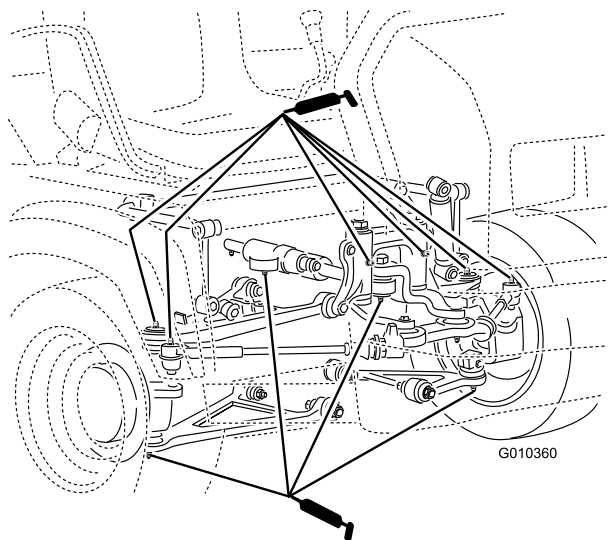

Figura 46
- **Articulaciones esféricas (4);** consulte Figura 46
- **Soportes de giro(2);** consulte Figura 46
- **Cilindro de dirección (2);** consulte Figura 46
- **Tirantes (2);** consulte Figura 46